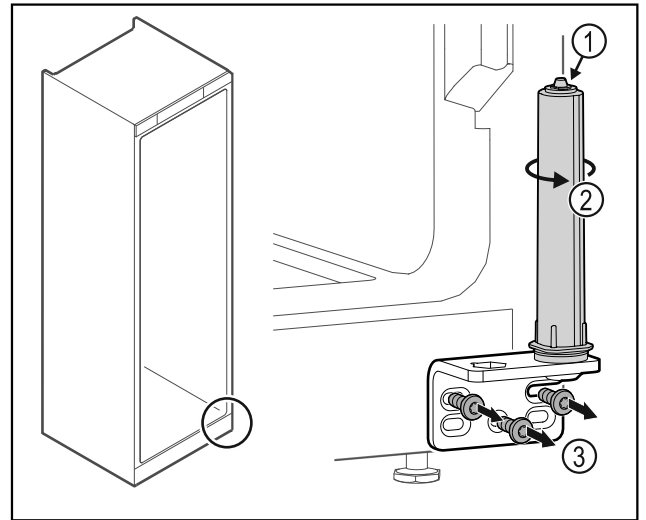

Fig. 37
► No desensamblar el sistema de cierre de la puerta Fig. 37 (1).
- Girar el sistema de cierre Fig. 37 (2) hasta que haga clic.
- Desatornillar la escuadra de bisagra Fig. 37 (3).